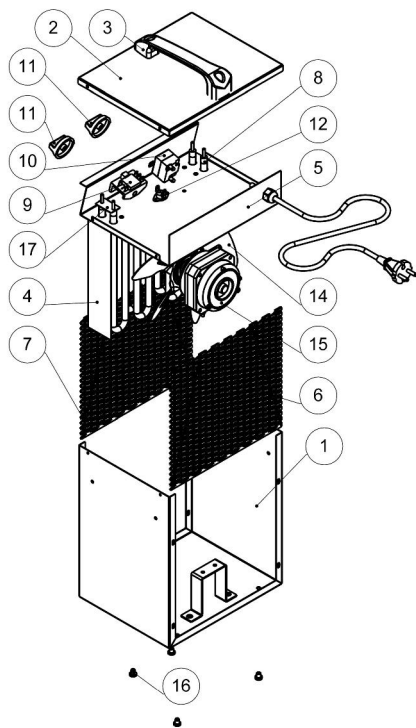

Рис.1
Соответствие положений ручки переключателя режимов работы (10) (рис.1):
Переключатель 9 (рис.1) на четыре положения предназначен для установления режимов работы.
Термостат 12 (рис.1) отключает ТЭНы в случае аварийного (ненормального) режима работы (перекрыто входное или выходное отверстие, перегрев вследствие остановки электродвигателя).
Терморегулятор (капиллярный термостат) 10 (рис.1) в тепловентиляторе ТТ-2ТК предназначен для автоматического поддержания температуры в помещении на заданном уровне. При достижении заданной температуры терморегулятор отключает нагревательные элементы, оставляя включенным вентилятор. При понижении температуры всасываемого воздуха на 3-5°C вновь включает нагрев.
Установить тепловентилятор так, чтобы был свободный доступ к органам управления и воздуха к воздухозаборной решетке. Установить переключатель режимов работы (9) рис. 1 тепловентилятора положение «О» (отключено).
Переключатель режимов (9) рис.1 установить в выбранный режим. Установка режима автоматического поддержания температуры для тепловентилятора ТТ- 2ТК выставляется следующим образом:
Ручку терморегулятора (11) рис.1 повернуть против часовой стрелки до упора;
Переключатель режимов работы (9) рис. 1 установить в положение нагрева. В этом случае тепловентилятор работает в режиме вентилятора. Плавно поворачивать ручку терморегулятора (11) рис.1 по часовой стрелке до щелчка включения терморегулятора, который произойдет при совпадении уставки терморегулятора с температурой окружающего воздуха. Повернуть ручку терморегулятора (11) рис. 1 по часовой стрелке еще на некоторый угол. Терморегулятор не имеет отградуированной шкалы по температуре и установка ручки на желаемую температуру в помещении уточняется (определяется) потребителем в процессе эксплуатации.
установить переключатель режимов работы (9) рис. 1 в режим вентилятора «1». В этом режиме крыльчатка будет вращаться, а ТЭНы будут отключены.
Установить переключатель режимов (9) рис. 1 в положение «О» - отключено. В случае длительного перерыва в работе тепловентилятора вынуть вилку шнура питания из розетки.
Термостат 12 (рис.1) при ненормальном режиме работы тепловентилятора срабатывает и отключает ТЭНы.
охладить тепловентилятор до температуры окружающего воздуха; переключатель режимов работы (9) рис. 1 установить в положение «О» (отключено); выяснить и устранить причину, вызвавшую срабатывание термовыключателя; переключатель режимов (9) рис. 1 установить в положение «1» (вентилятор) и по наличию воздушного потока убедиться во вращении крыльчатки. После этого можно включить нагрев.